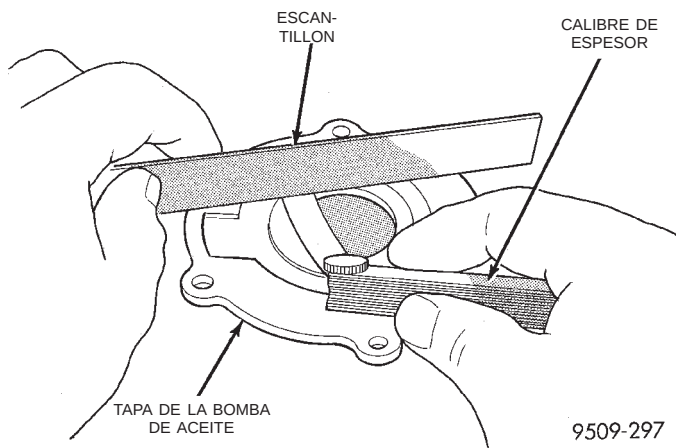

Fig. 100 Verificación del plano de la tapa de la bomba de aceite
- (2) Coloque un escantillón sobre la superficie de la tapa de la bomba (Fig. 100). Si se puede insertar un calibre de espesor de 0,025 mm (0,001 pulg.) de